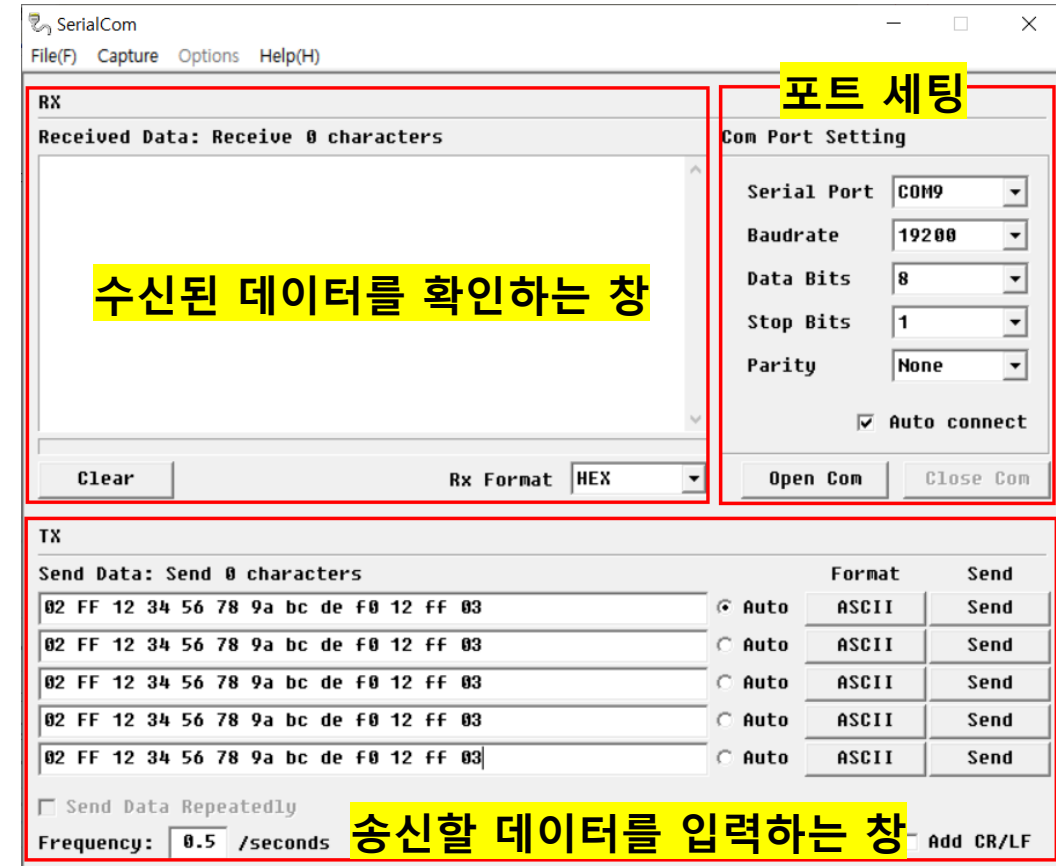

Figure 6. 시리얼프로그램 화면
- Figure 6처럼 시리얼프로그램을 실행 후 아래의 순서대로 시리얼포트 설정 후 데이터를 송신 및 수신할 수 있다.